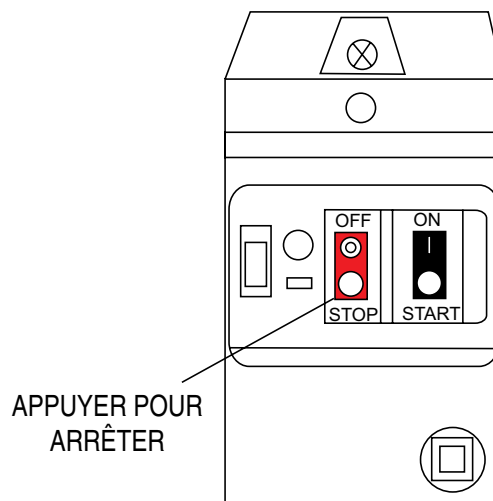

Figure 32. Interrupteur MARCHÉ/ARRÊT du moteur électrique (Arrêt)
1. Pour arrêter le moteur électrique, appuyer sur l'interrupteur d'Arrêt rouge (Figure 32).